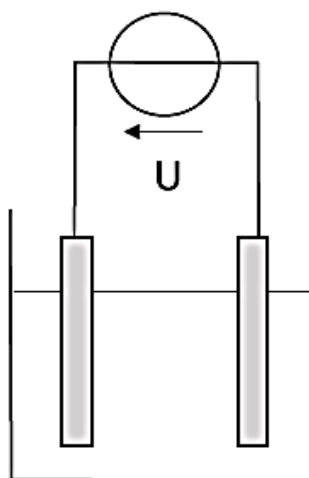

Figure 10 - Cellule d'électrolyse
On donne le schéma de principe de la cellule d'électrolyse (figure 10).
- Q37. Reproduire le schéma de la **figure 10** sur votre copie et faire apparaître le sens de circulation du courant et des électrons, les noms des électrodes et le sens de circulation des ions dans la solution.